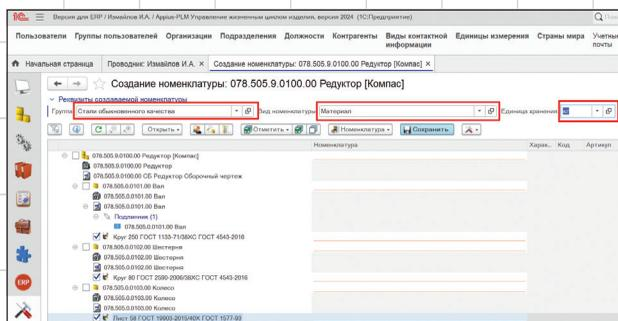

Рис. 10
- заполняем реквизиты (вид номенклатуры, единица хранения и т.д.) создаваемых номенклатур (рис. 10);